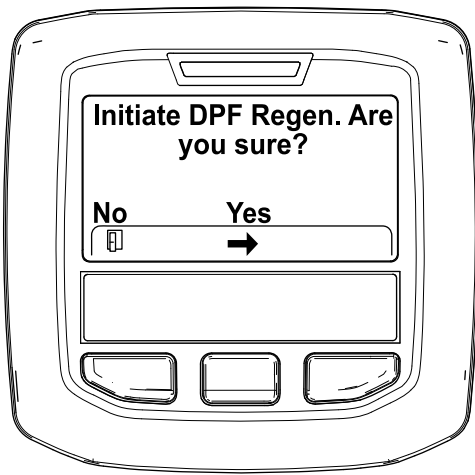

Figura 34
4. Cuando aparezca el mensaje "Iniciar regeneración del FPD. Are you sure?" (¿Desea iniciar el proceso de restauración del FPD?), presione el botón central (Figura 34).